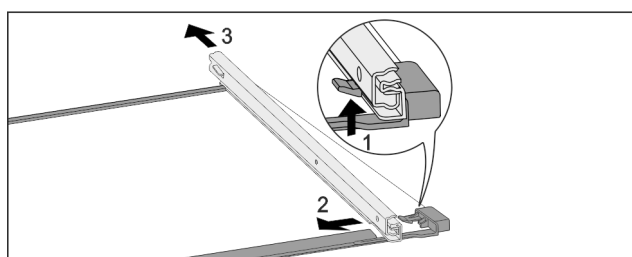

Fig. 228 Tablette en verre avec rails
- Pousser le crochet d'enclenchement avant vers le bas. Fig. 228 (1)
- Pousser le rail télescopique vers le côté Fig. 228 (2) et vers l'arrière Fig. 228 (3).